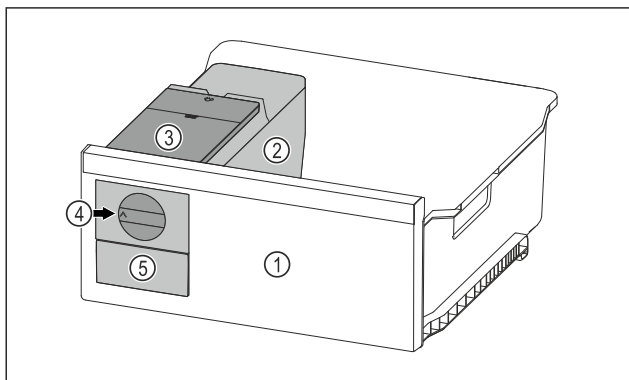

Fig. 140 Représentation à titre d'exemple
- Tourner le bouton rotatif Fig. 140 (4) dans le sens horaire jusqu'à la butée.
- ▷ Les glaçons tombent du bac à glaçons dans le tiroir à glaçons Fig. 140 (5).